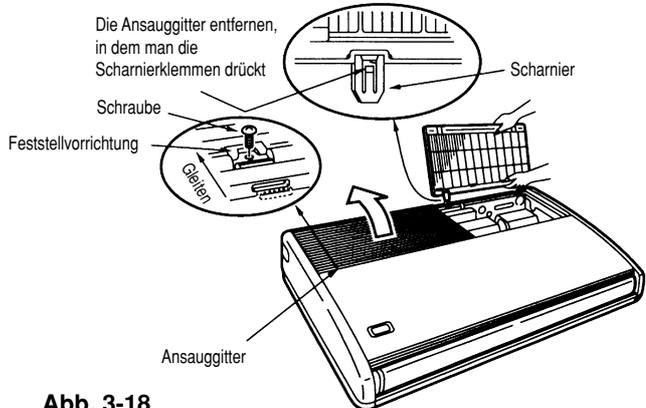
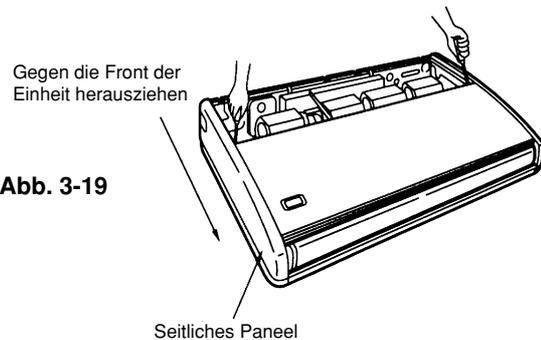

Abb. 3-18
Abb. 3-19
- (5) Bevor man die Einheit aufhängt, müssen die 2 oder 3 Schrauben, durch die das Ansauggitter befestigt ist entfernt werden. Nun die Gitter öffnen und durch das Drücken der Scharnierklappen wie in der Abb. 3-18 gezeigt wird, entfernen. Die Schrauben, durch die die zwei seitlichen Panel befestigt sind entfernen, und sie gegen die frontale Richtung der Einheit herausziehen, wie in der Abb. 3-19 gezeigt wird.